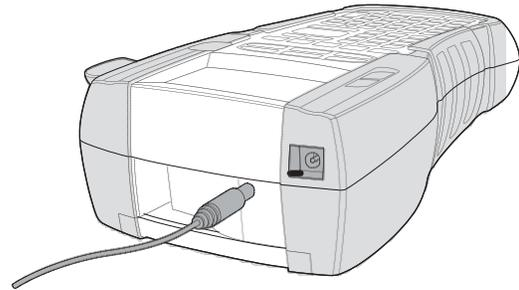

Figura 2
1. Ligue o adaptador de corrente à fonte de alimentação na parte superior da impressora. Ver Figura 2.